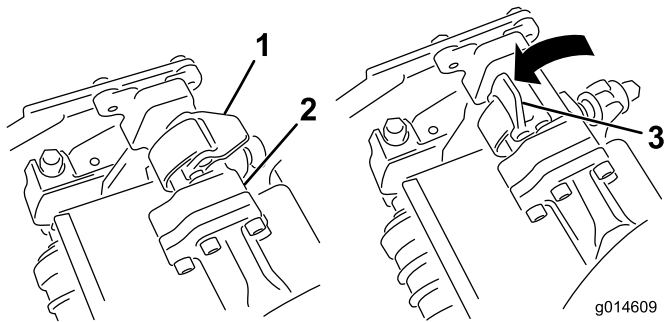
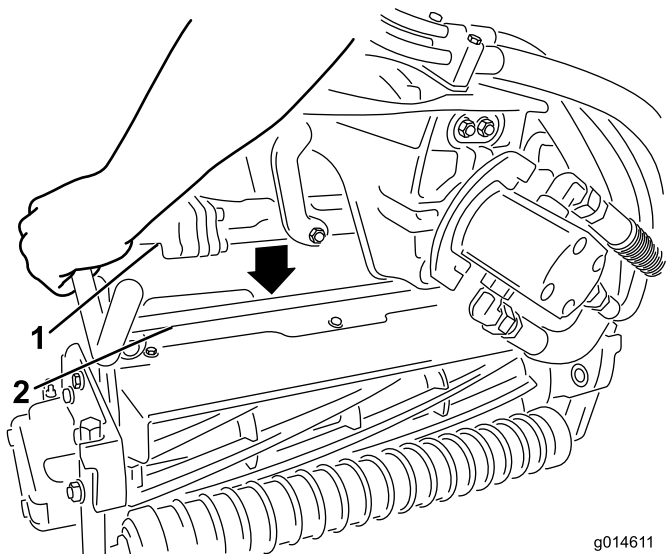

Figura 12
Figura 13
9. Com os fechos na barra do braço de suspensão a apontar para cima (i.e., abertos) (Figura 12), empurre o braço de suspensão para baixo de forma a que a barra passe pela barra através da parte superior da unidade de corte (Figura 13).
10. Feche os fechos para baixo e em redor da barra da unidade de corte e bloqueie-os no sítio (Figura 12).